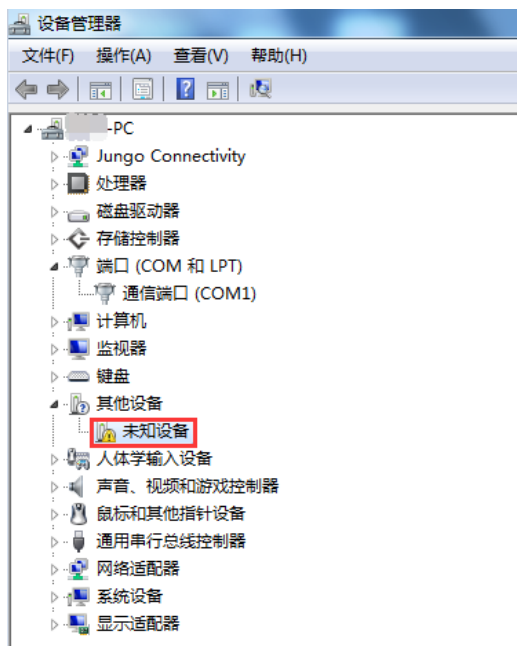

图 5 未知设备查看
2. 通过 USB 线连接 CM 仿真器与电脑；查看设备管理器，发现“未知设备”，如图 5 所示。